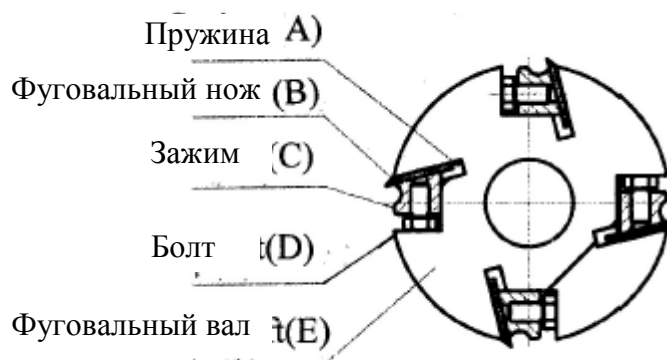

Рисунок 13 Фуговальный вал
2. Когда станок полностью остановиться, откройте дверцу на корпусе станка, затем снимите фуговально-рейсмусового вала защитную пластину (см. рисунок 13), выкрутите болт D, который находится на зажиме C. Обратите внимание на четыре пружины, которые позволят фуговальному ножу выдвинуться немного вперед.